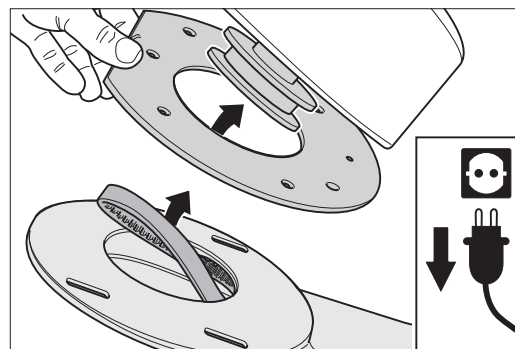

Abb. 70: Bei der Montage des Ventilatorgehäuses die korrekte Lage des Zwischenbleches beachten!
- 12 Beachten Sie bei der Montage des Vorsatzes die korrekte Lage des Zwischenbleches zwischen Ventilatorgehäuse und Vorsatz (Abb. 70)!